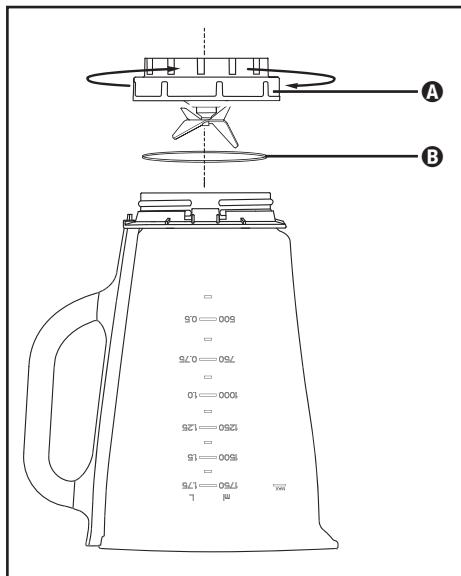

Abb. 3
- Stellen Sie das Gerät auf den Kopf und drehen Sie den Aufsatz **A** gegen den Uhrzeigersinn, so dass er sich vom Behälter des Mixaufsatzes **3** lösen lässt (siehe Abb. 3).